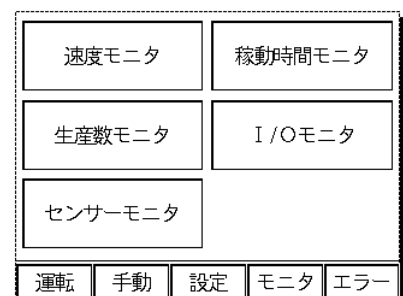

図7-36
- ・ **モニタ**を押すとモニタメニュー画面(図7-36)に切り替わります。